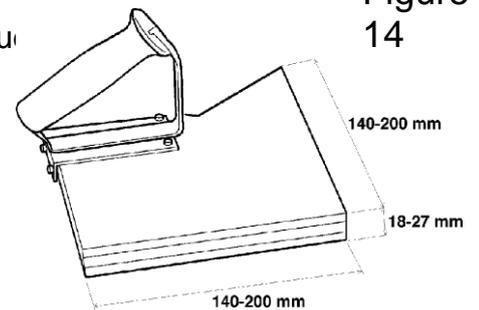
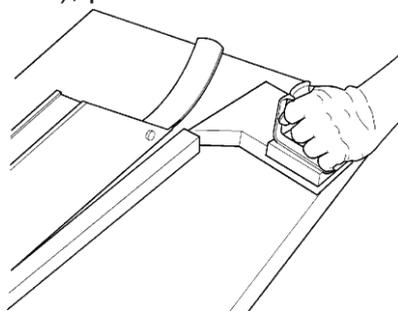

Figure 14
Figure 15
- **Le pousseur latéral**(Fig.14, Fig.15), permet de guider les pièces serrées contre l'équerre. De plus, la pointe du pousseur latéral doit être utilisée pour enlever les petits morceaux laissés près de la lame.